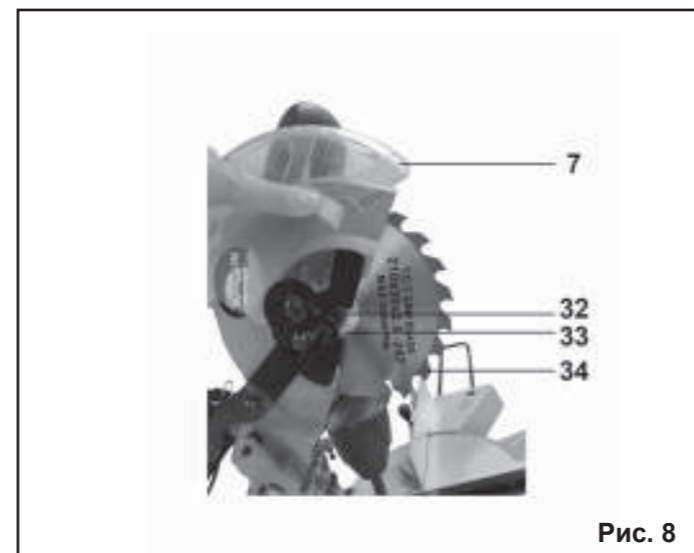
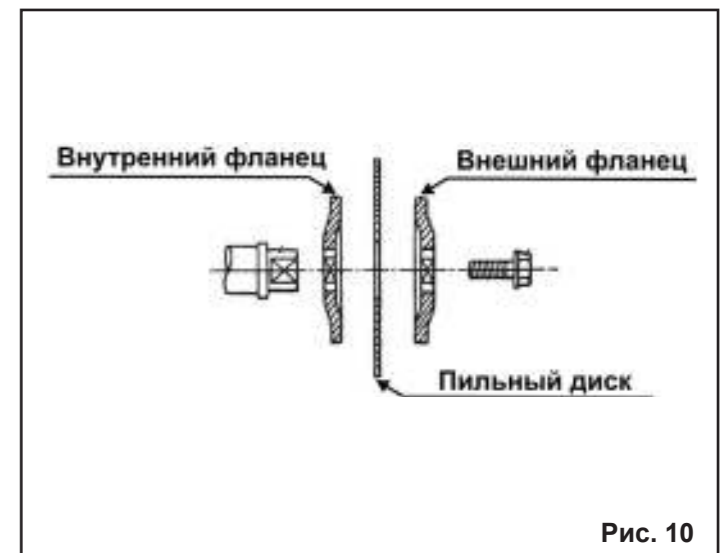

Рис. 8
Рис. 10
#### 9.6.1. Снятие диска, Рис. 8
Для снятия пильного диска (34) выкрутите винты (32), и снимите защитный кожух (7), Рис.8.
Установите пильный диск (34) в соответствии с последовательностью, указанной на Рис.10 так, чтобы зубья пильного диска (34) были направлены вниз в передней части пилы, Рис.8. Положение надёжно закрепите винтом (32).
**ВНИМАНИЕ:** Перед включением вилки шнура питания пилы в розетку удостоверьтесь, что кнопка включения (35) правильно действует и возвращается в позицию «Выкл.» при её отпускании.
Не нажимайте на кнопку включения (35) не убедившись, что пильному диску (34), ничто не мешает, и пильный диск (34) свободно вращается, Рис. 8.
### 11.2. Регулировка угла наклона пиления 45°, Рис. 10,14